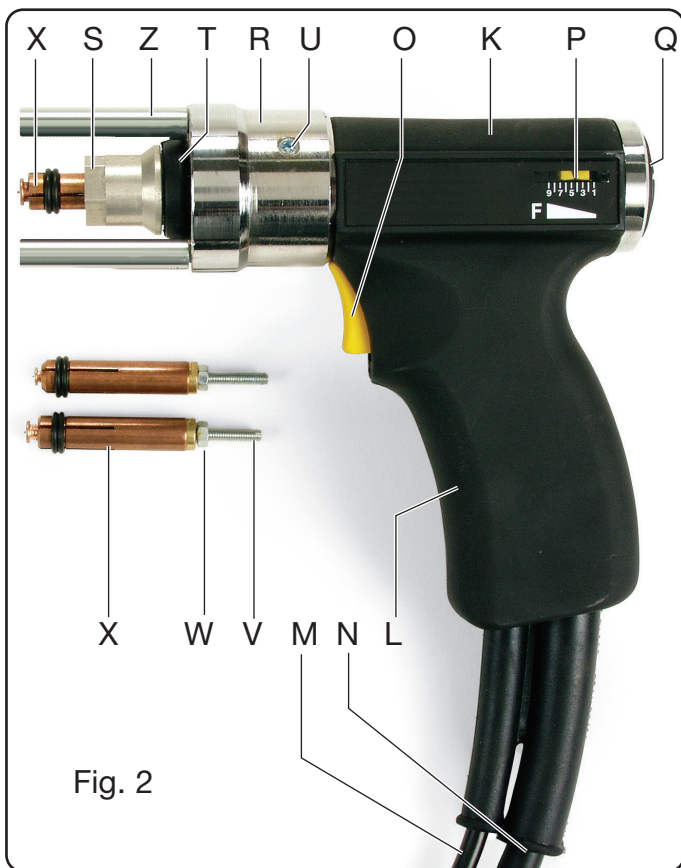

Fig. 2
Insertar la pinza **X** en el mandril de la pistola (fig. 2), presionarla hasta sentir que se apoya en el fondo y bloquear la
- Insertar el espárrago elegido en la pinza **X** (previamente regulada como se describe en la Fig. 2)